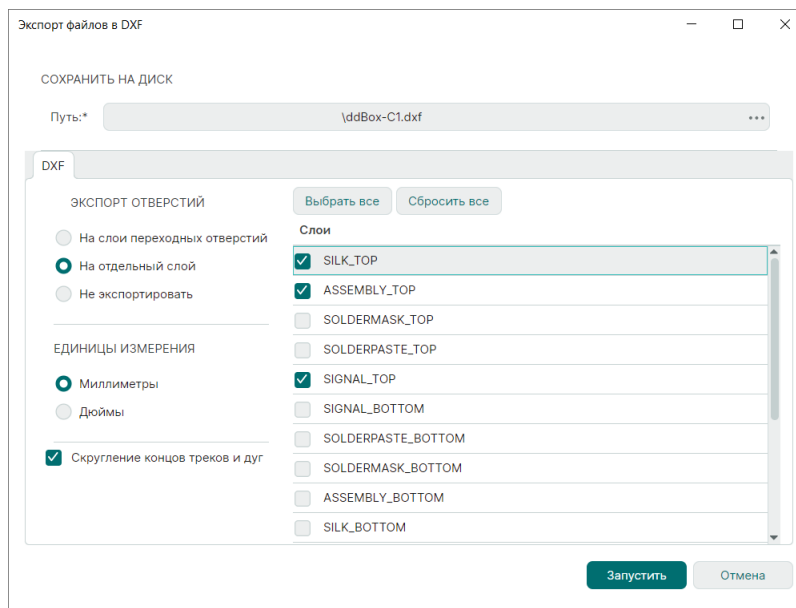

Рис. 122 Выбор слоев для экспорта в формате DXF
3. Выберите слои необходимые для экспорта с помощью установки флагов, см. Рис. 122.